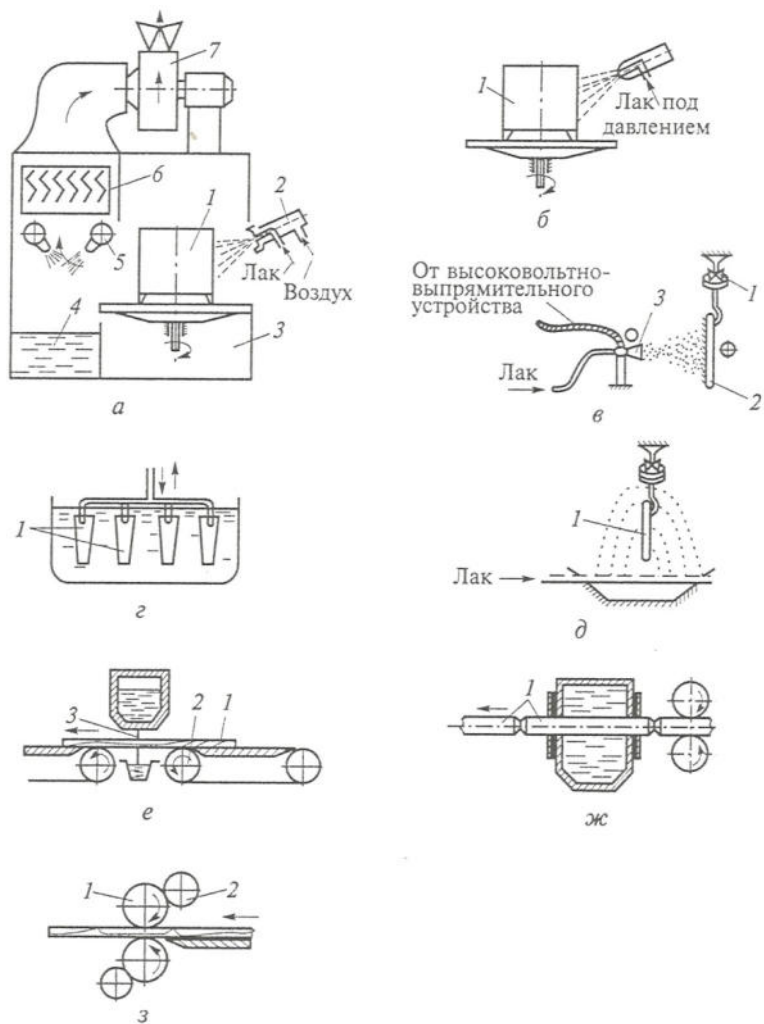

Рис.1 Схемы оборудования для нанесения лакокрасочных покрытий:
2. Изучите схемы оборудования для нанесения лакокрасочных покрытий (рис. 1.) Укажите достоинства и недостатки каждого способа нанесения лакокрасочных покрытий